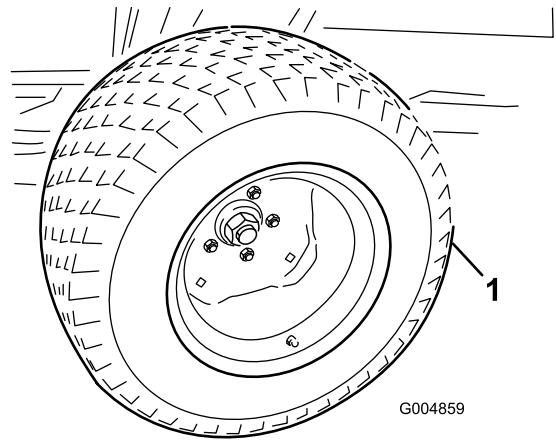

Figura 79
27. Instale las ruedas motrices de verano con 2 tuercas en cada rueda (Figura 79).